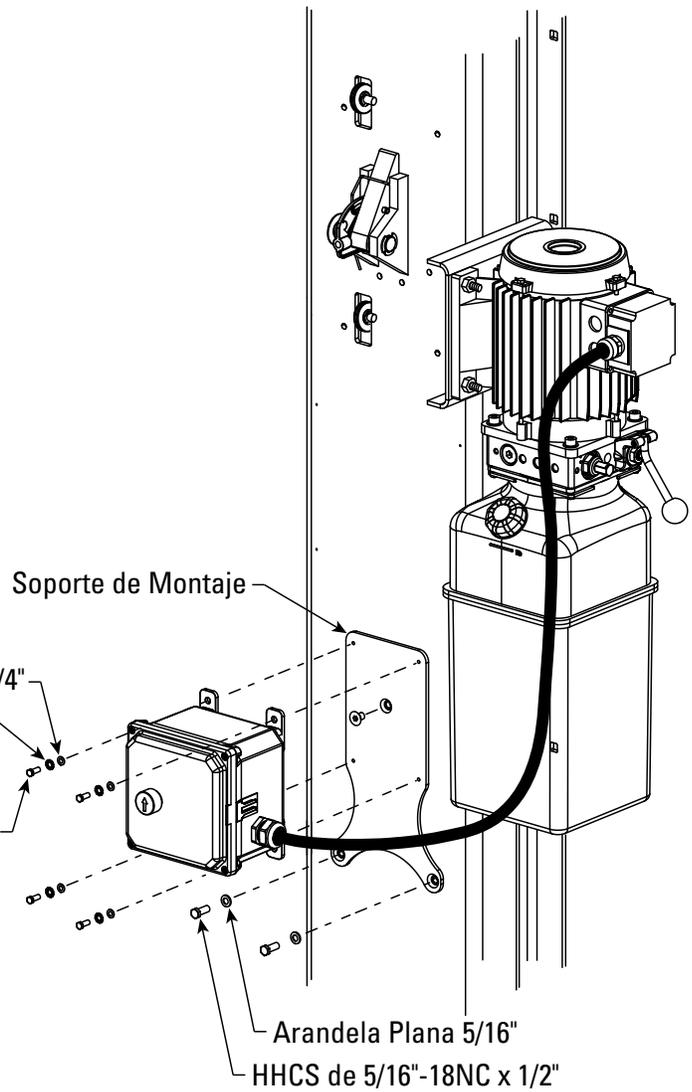

Fig. 22a
- A) Conecte el soporte de montaje a la columna, como se muestra en la Fig. 22a, usando (1) 5/16"-18NC x 1/2" tornillo maquinado avellanado con cabeza ciega, (2) 5/16"-18NC x 1/2" HHCS, y (2) 5/16" arandelas planas.
- B) Conecte la caja de control al soporte usando (4) HHCS de 1/4"-20NC x 1/2", (4) arandelas planas de 1/4" y (4) arandelas de estrella de 1/4".